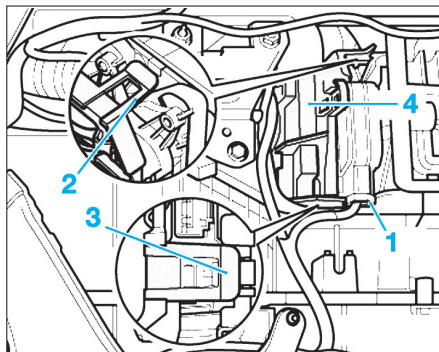

Fig. 33
- Repérer le connecteur (1) du servomoteur et le débrancher (Fig.33).
- Déposer le support (4) en détachant les crans (2) et (3).